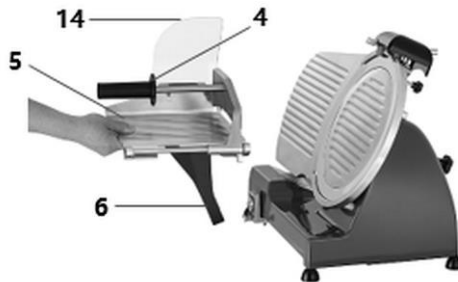

Fig. 11
Flyt slæden (8) mod snittykkelsesregulatoren (fig. 11).